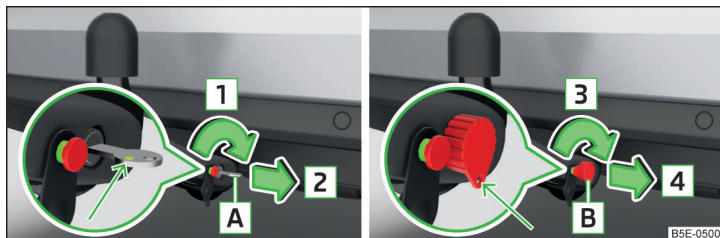

Fig. 292 Blocarea încuietorii: varianta de cheie 1 / varianta de cheie 2
- Rotiți cheia **A** în sensul săgeții **1**, în așa fel încât marcajul verde al acesteia să indice înspre în sus » fig. 292.
- Rotiți cheia **B** în sensul săgeții **3**, în așa fel încât inelul cheii să indice înspre în jos » fig. 292.